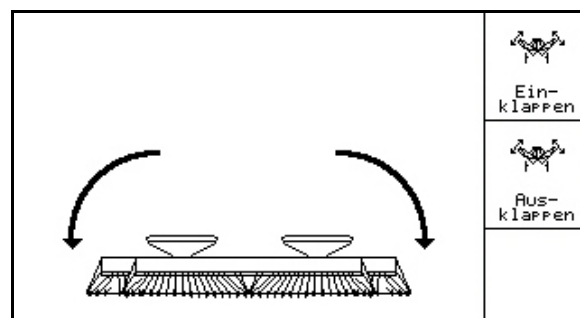

Fig. 58
1.  Preseleccionar desplegar. (Fig. 58).